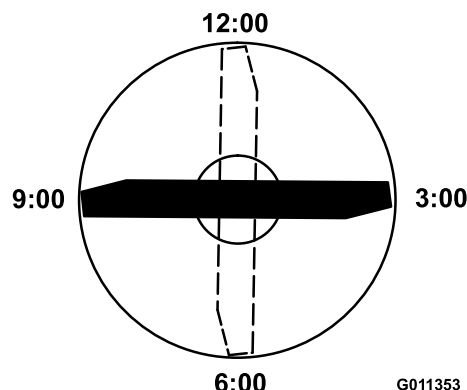

Figura 72
4. Orientate il tagliente dell'estremità marcata della lama sulle ore 12 (esattamente in avanti, nel senso di falciatura) (Figura 72) e misurate l'altezza tra il banco e il tagliente della lama.
5. Ruotate l'estremità marcata della lama sulle ore 3 e sulle ore 9 (Figura 72) e misurate le rispettive altezze.